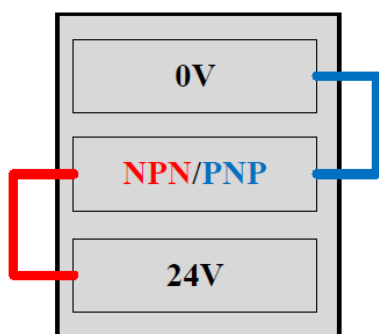
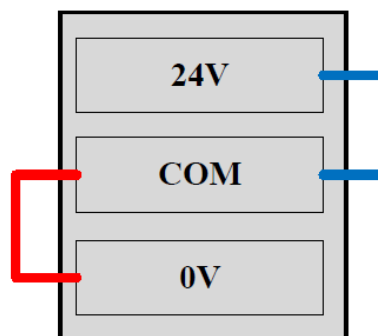

图 2-15: NPN/PNP 配置接口连接方式
图 2-16: COM 接口连接方式
- NPN → 连接至 24V 端口（参考图 2-15中红色连接线）
- COM 口 → 连接至 0V 接口（参考图 2-16中红色连接线）
- PNP → 连接至 0V 端口（参考图 2-15中蓝色连接线）
- COM 口 → 连接至 24V 接口（参考图 2-16中蓝色连接线）
请严格按照图 2-15至图 2-16所示方式正确连接端子，确保 COM 端的连接与相应的 NPN 或 PNP 信号配置相匹配。系统会自动检测 NPN、PNP 配置是否与 COM 端口连接相匹配，若连接缺失或连接错误，则会触发安全系统报警。